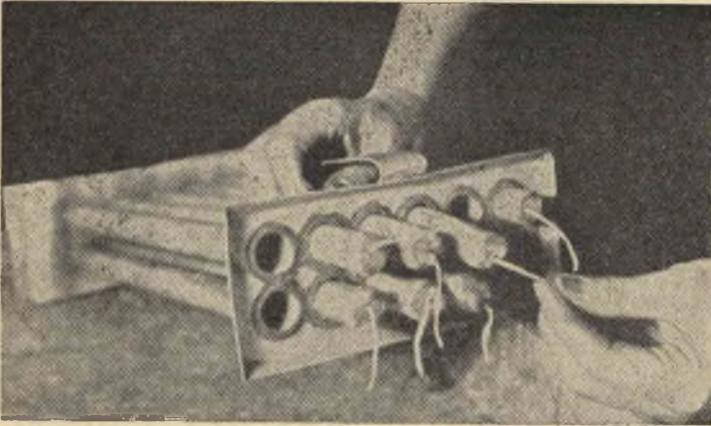

Fig. 27 - Immergere prima rapidamente l'estremità superiore, poi tutta la forma in acqua calda e le candele si sfileranno senza difficoltà
Passo 6 - (Vedi fig. 27). Immergere l'intera forma, candele ancora nei tubi, in acqua ben calda. Questa operazione staccherà le candele dalle pareti dei tubi, quanto basta per permettere di tirarle via facilmente. Estrarre una candela alla volta dalla forma ed appenderla ad indurire leggermente, usando a questo scopo le normali pinzette da biancheria fissate ad un chiodo qualsiasi od infilate in un filo di ferro, con le precauzioni necessarie, perché scorrendo non portino a contatto le singole candele non ancora bene indurite e quindi soggette a deformarsi.